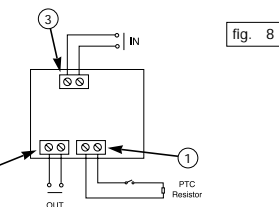

fig. 8
5. Collegare i fili dell'elemento riscaldante al circuito sul morsetto indicato con HEATER (fig. 8 punto 1). Nel circuito c'è anche la possibilità di prelevare l'alimentazione per una telecamera (punto 2). Si ricorda di prestare attenzione al tipo di alimentazione che viene fornita in quanto è la medesima per telecamera e riscaldamento.